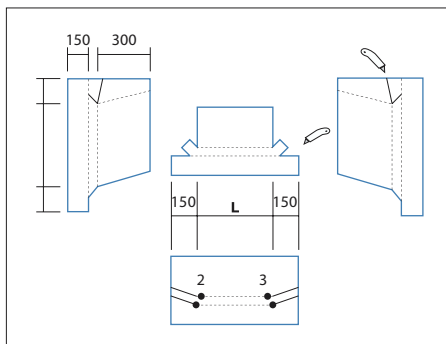

Рис. 21
В местах стыков ската кровли со стенами (рис. 21) набивается треугольная рейка (1), на которую заводится рядовая черепица (4). В качестве треугольной рейки может быть использован деревянный брус 50x50 мм, распущенный по диагонали, либо обычный деревянный плитус (1). Если поверхность вертикальной стены кирпичная, то ее необходимо предварительно оштукатурить и праймировать. Поверх рядовой черепицы монтируются полосы ендового ковра ТехноНИКОЛЬ (5) шириной не менее 500 мм с проклейкой битумной мастикой ТехноНИКОЛЬ (мастика наносится на всю тыльную поверхность выкройки ендового ковра). На стену полоса заводится не менее чем на 300 мм, а в климатических зонах с повышенными снеговыми нагрузками эта ве-